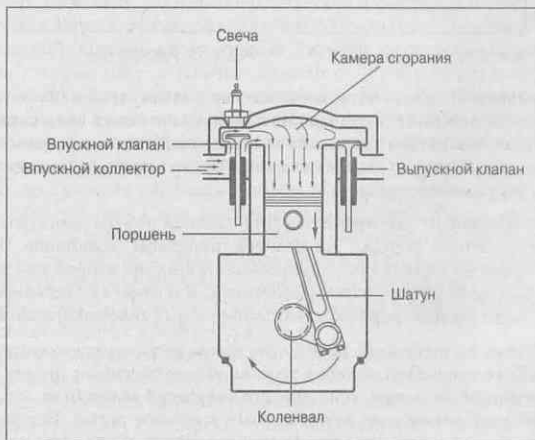
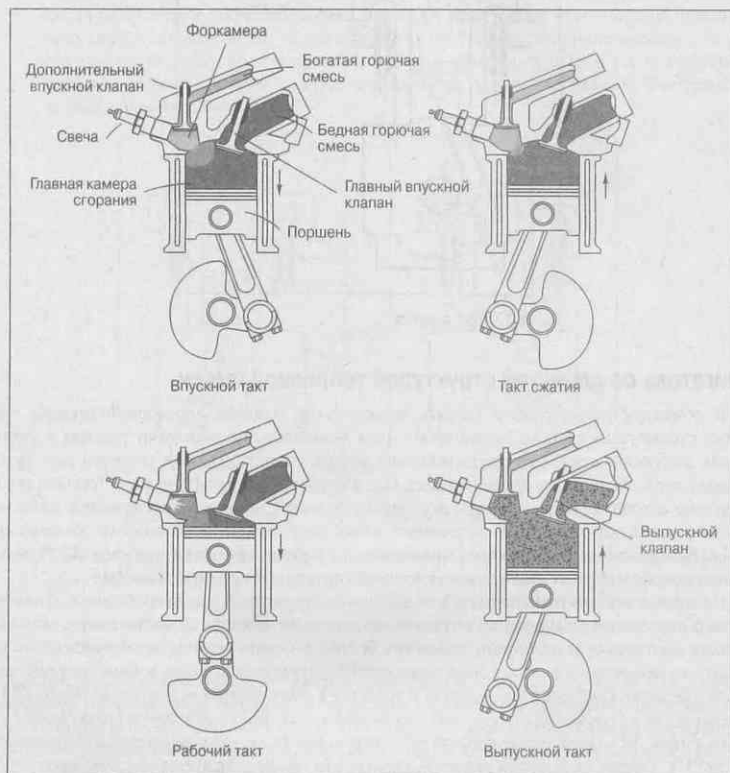

Рис. 6.14. Такт впуска
Рис. 6.18. Четырехтактный цикл двигателя со слоистой структурой топливной смеси
1. **Такт впуска.** Когда поршень опускается, он создает разрежение в верхней части цилиндра (там, где был поршень после последнего движения вверх) (рис. 6.14). Благодаря кольцам воздух не проходит сквозь поршень. Затем **впускные клапаны**, размещенные на стыке **впускного коллектора** и цилиндра, открываются и впускают горючую смесь в цилиндр. Смесь стремится заполнить разрежение, созданное поршнем.
1. Такт впуска. В головке блока цилиндров есть маленькая камера — форкамера с собственным впускным клапаном. Свеча находится в этой камере. Во время такта впуска открывается маленький дополнительный клапан и выпускает в форкамеру очень богатую горючую смесь. В этом же такте открывается главный впускной клапан и выпускает в цилиндр очень бедную горючую смесь. На рис. 6.18 показана схема работы двигателя со слоистой структурой топливной смеси во время такта впуска. Сравните его с обыкновенным двигателем, показанным на рис. 6.14.